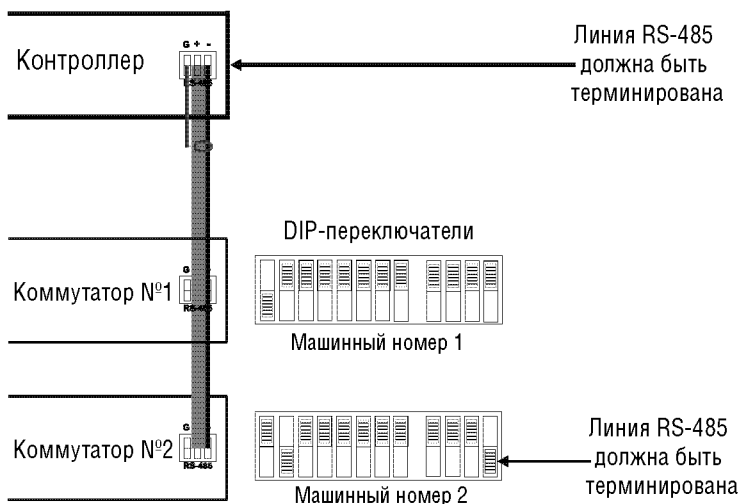
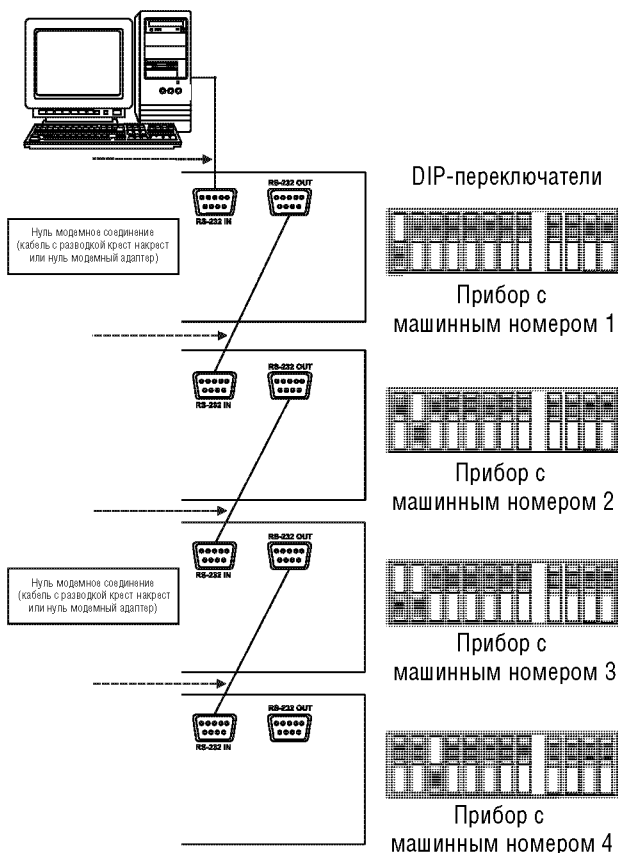

Рис. 7. Подключение управляющего устройства с интерфейсом RS-485
Рис. 9. Установка DIP-переключателей на четырех коммутаторах, объединенных в систему для управления через один порт RS-232
Пример подключения контроллера RS-485 к системе из двух коммутаторов показан на рис. 7:
На рис. 9 показана установка DIP-переключателей на четырех коммутаторах **VP-81N**, **VP-161** и (или) **VP-321**, объединенных в систему и управляемых через один порт RS-232.
7. Подключите управляющий интерфейс RS-485 (рис. 7) или RS-232 (рис. 9).